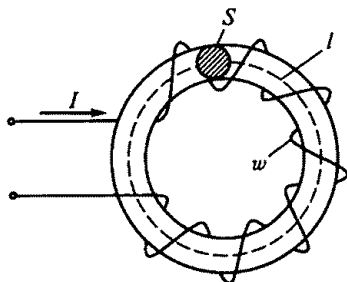

Рис. 59
2.34.Р. Какова индуктивность L катушки с ферромагнитным сердечником, изображенной на рис. 59, если $I = 0,2\text{ А}$, $S = 5\text{ см}^2$, $l = 20\text{ см}$, $B = 0,8\text{ Тл}$, $w = 1000$ витков?